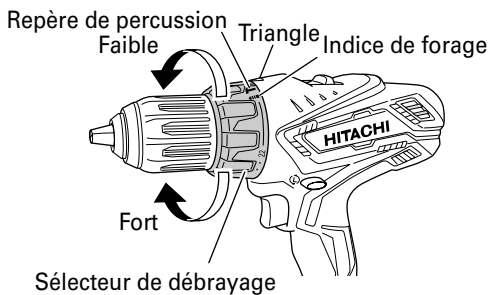

Fig. 5
1. Vérification de la position du sélecteur de débrayage (Voir Fig. 5)
3. Commutation rotation/percussion (Voir Fig. 5)